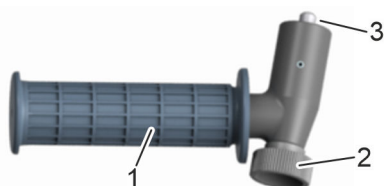

Fig. 14 : réglage de la poignée de maintien
2. ➤ S'assurer que la poignée de maintien est bien verrouillée au niveau de la liaison (Fig. 14 /3) avec la clé.
3. ➤ Régler la poignée de maintien (Fig. 14 /1). Pour ce faire, desserrer la molette (Fig. 14 /2), tourner la poignée de maintien dans la position souhaitée et bloquer la molette.